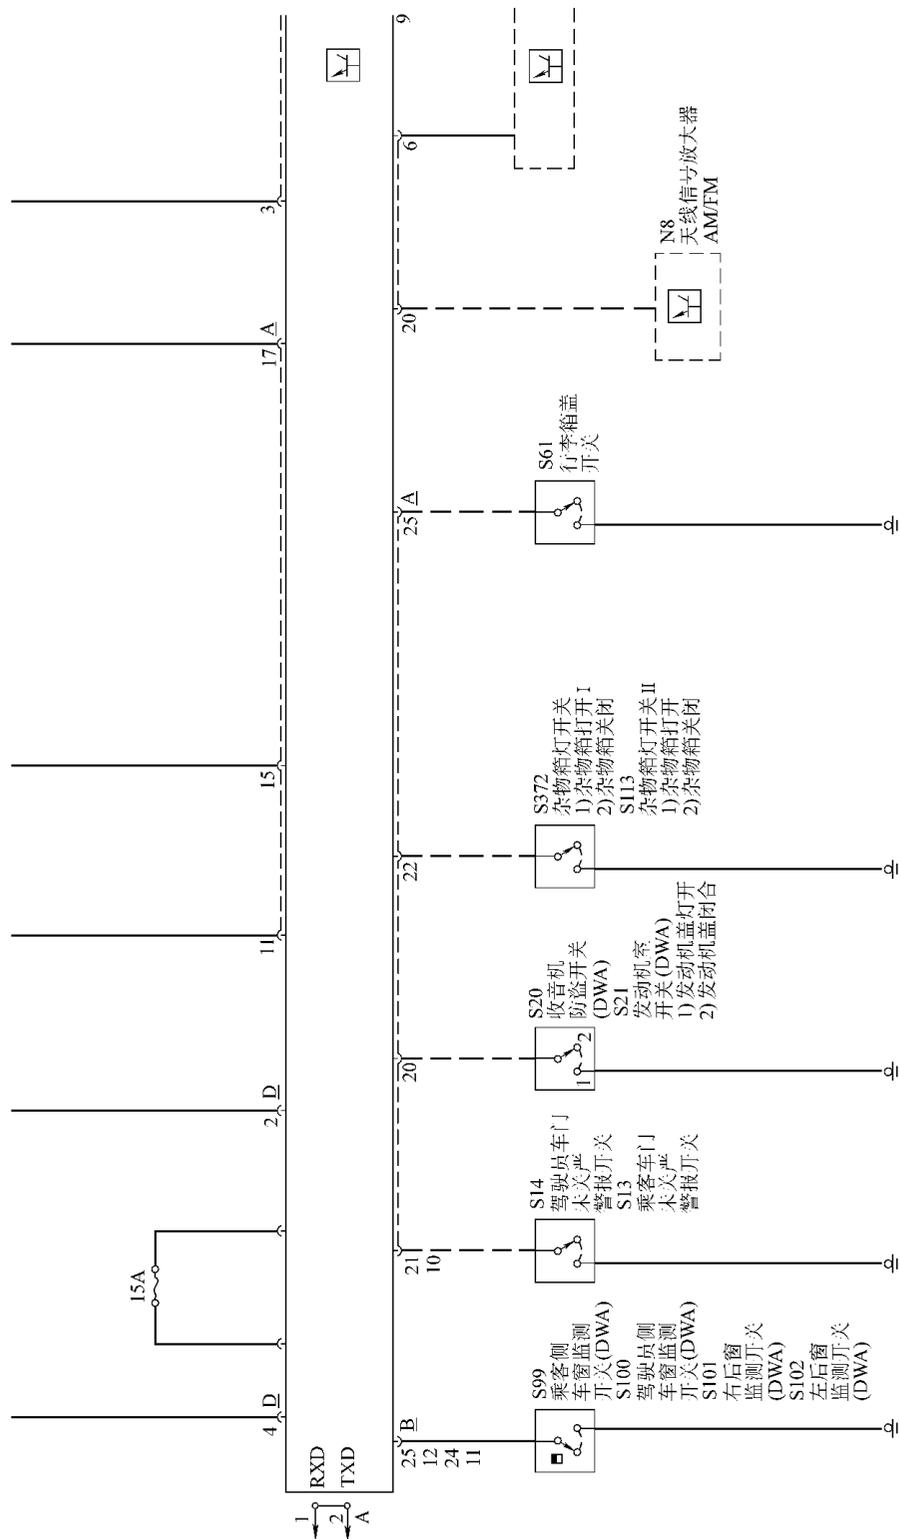
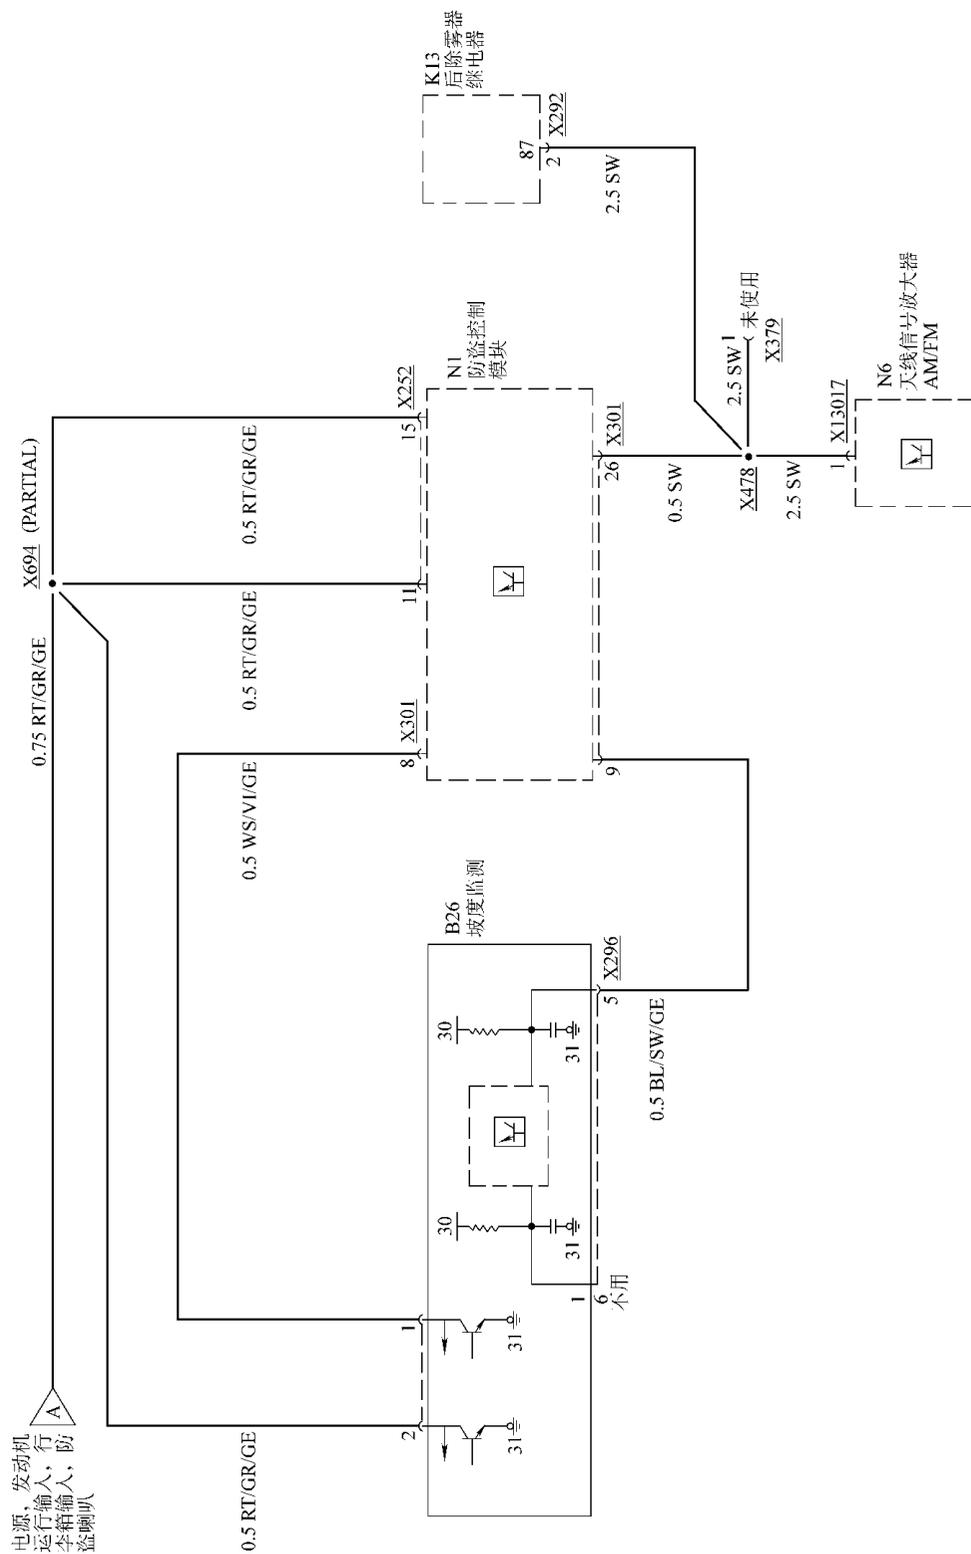

图 7-34 宝马 850ci (E31) 防盗系统 BLOCK 电路之一 (1996 年车型)
图 7-42 宝马 850ci (E31) 防盗系统坡度监视及数据线路电路
(4) 宝马 8 系中央门锁与防盗系统电路, 如图 7-34~图 7-42 所示。